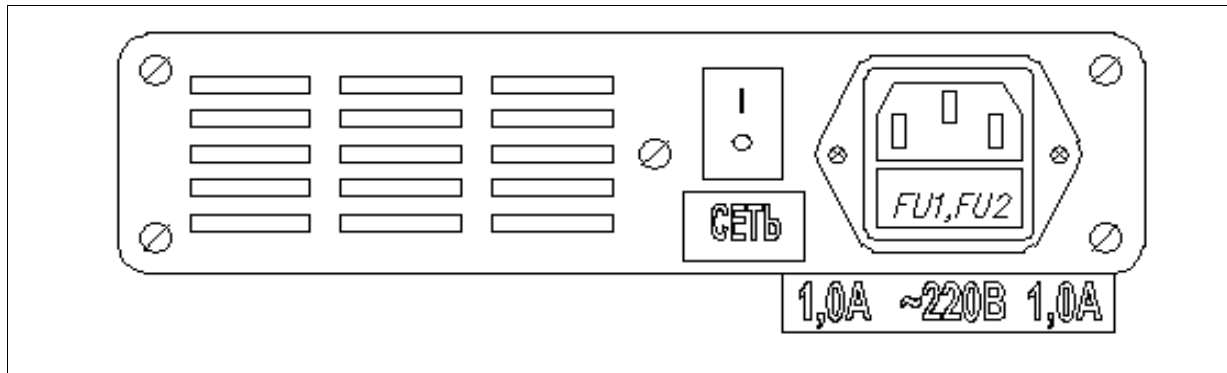

Рисунок 3 - Внешний вид панели питания облучателя
Панель питания облучателя ( рисунок 3) содержит:
3) подключить сетевой кабель из состава облучателя к разъему сетевой вилки, расположенной на панели питания облучателя (рисунок 3).
**2.3.4** Подключить облучатель к питающей сети ~220В, 50Гц с помощью сетевого кабеля и установить переключатель СЕТЬ, расположенный на панели питания (рисунок 3), в положение «I».